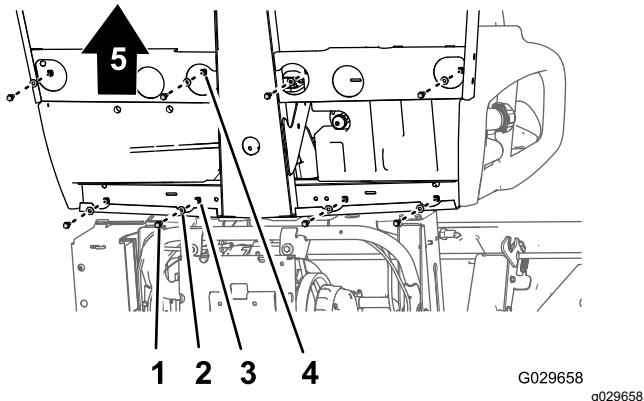
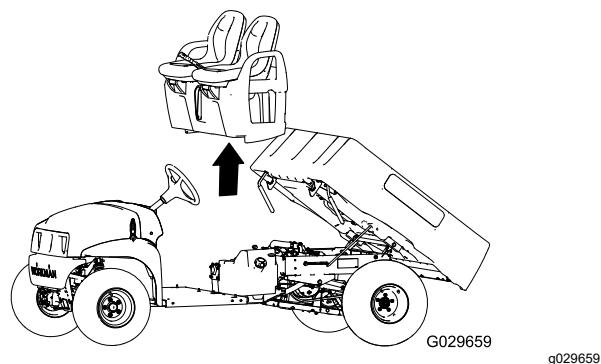

Figura 42
Figura 43
1. Sulla parte inferiore della macchina, rimuovete gli 8 bulloni a testa flangiata e le 8 rondelle che fissano la base del sedile al pianale e al canale posteriore della cabina (Figura 42).
2. Sollevate con cautela i sedili, la base dei sedili e i cavi del freno di stazionamento dalla macchina (Figura 42).
1. Sollevate i sedili e la relativa base sulla macchina e allineate i cavi del freno al telaio (Figura 42 e Figura 43).
2. Allineate i fori nella base del sedile con i fori nel pianale e nel canale posteriore della cabina (Figura 42 e Figura 43).